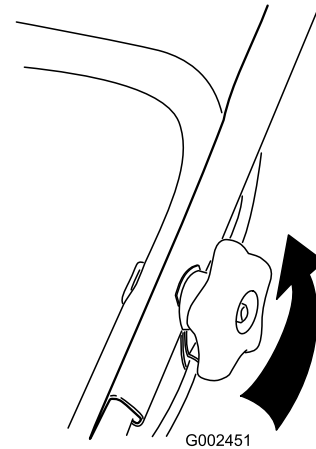

Figura 40
1. Afloje los pomos del manillar hasta que pueda mover libremente la sección superior del mismo (Figura 40).